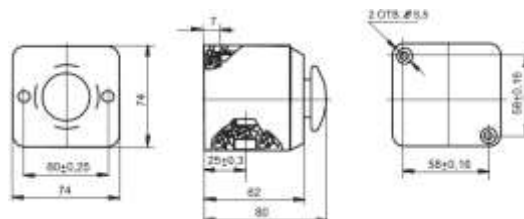

Рисунок 2. Габаритные и установочные размеры поста управления кнопочного ПКЕ 212-1; ПКЕ 222-1
6.3. Посты, предназначенные для пристройки к любой ровной поверхности (рис. 2,4,6,8), отличаются от описанных выше наличием дополнительного полимерного кожуха с отверстием для ввода монтажных проводов.